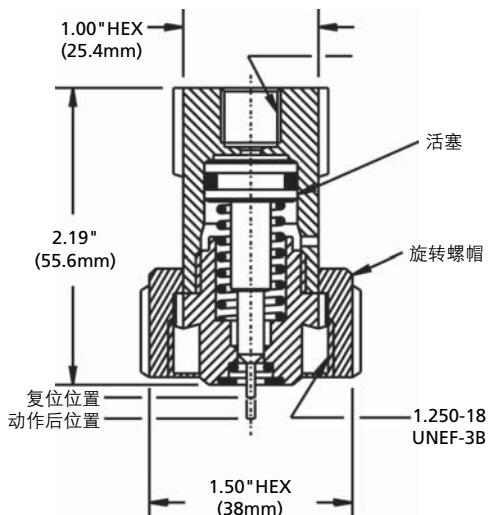

图 5-26 气动启动器
1. 取下氮气驱动瓶启动端的保护帽 (如图 5-26 所示)